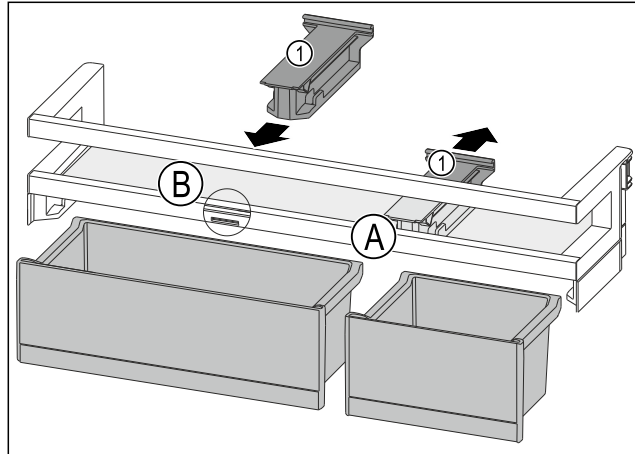

Fig. 88
- ▶ Húzza hátra a tartóelemet Fig. 88 (1) pozícióba Fig. 88 (A).
- ▶ Helyezze be a tartóelemet Fig. 88 (1) pozícióba Fig. 88 (B).